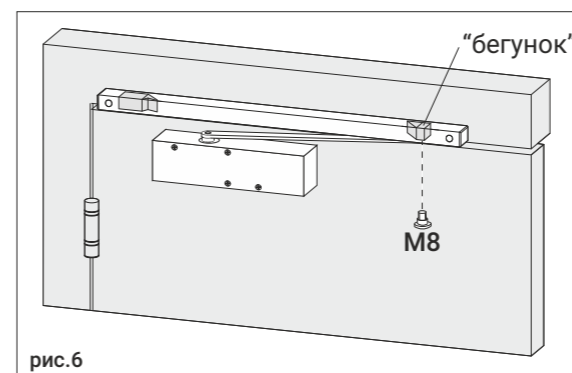

рис.6
4. Надавив на скользящую тягу, соедините ее с «бегунком» в штанге винтом М8, рис.6. Таким образом обеспечивается преднатяг при установке.